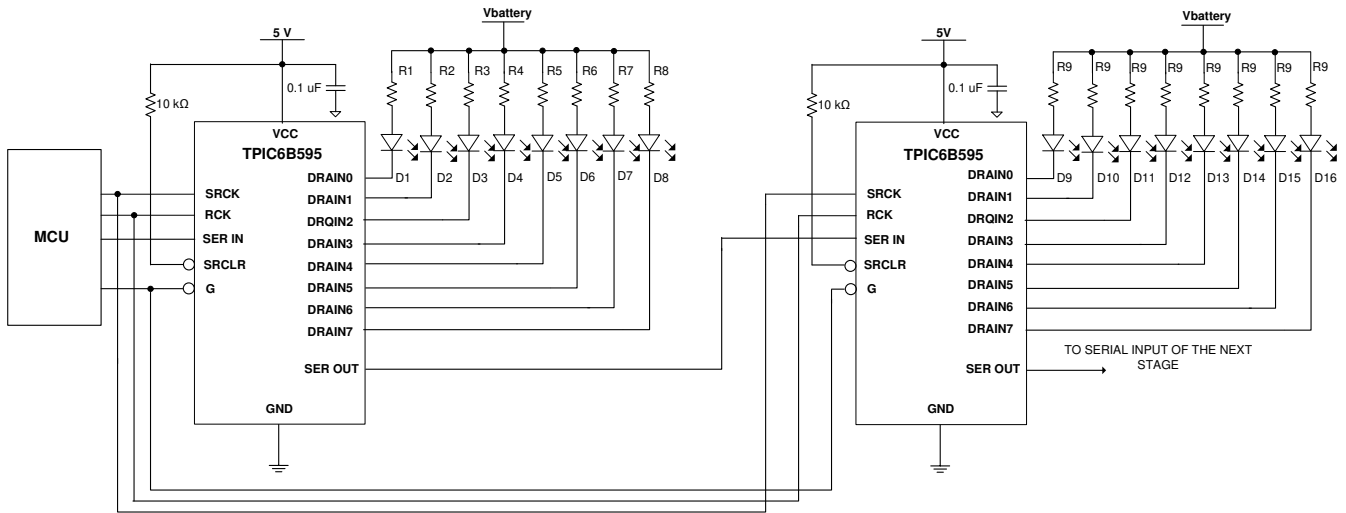

图 8-1. 典型应用原理图
TPIC6B595 器件的典型应用是汽车仪表盘驱动器。在此示例中，两个 TPIC6B595 功率移位寄存器进行了级联，用于点亮仪表盘面板中的 LED。在这种情况下，LED 必须在所有 16 位数据都加载到串行移位寄存器后更新。在为移位寄存器时钟 (SRCK) 计时的同时，MCU 将数据输出到串行输入 (SER IN)。在第 16 个时钟之后，一个到寄存器时钟 (RCK) 的脉冲将数据传输到存储寄存器。如果输出使能 (G) 为低电平，则根据状态字对应的位来点亮 LED，其中 1 表示对应的 LED 点亮，0 表示对应的 LED 熄灭。通过这种简单的方案，使用 SPI 接口的 MCU 只需两个 IC 即可点亮 16 个 LED，如图 8-1 所示。